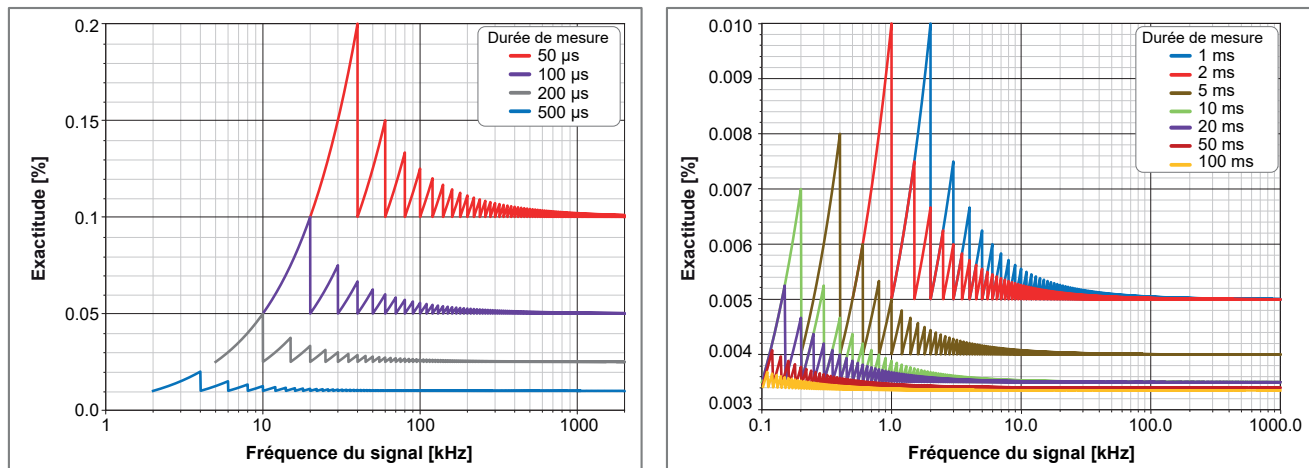
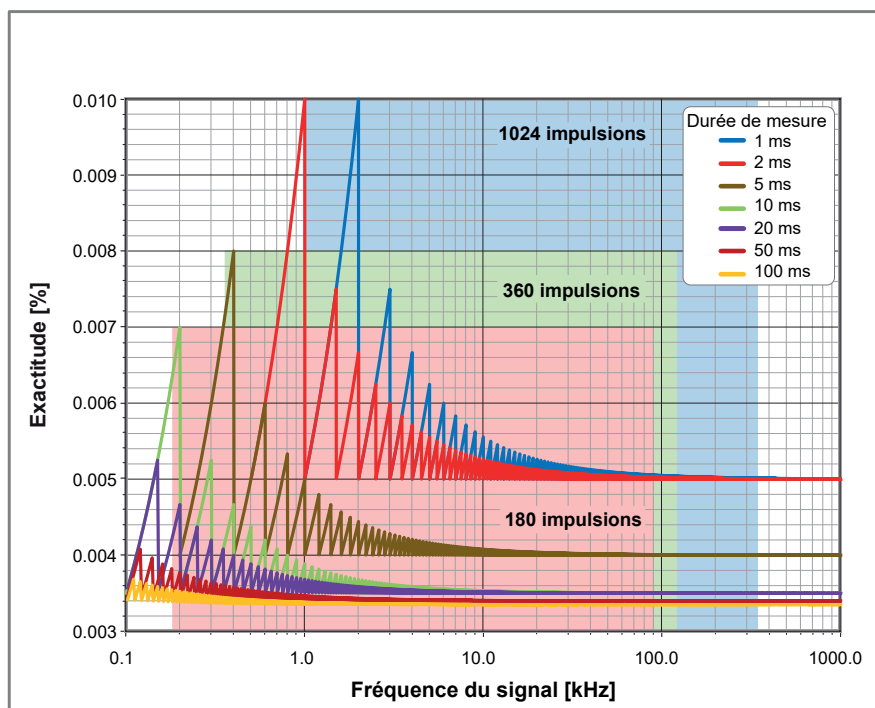

Figure 26 : Inexactitude maximale de la fréquence
Figure 28 : Plage utile de la vitesse de rotation en fonction de l'inexactitude et de la durée de mesure
- (1) Note : pour obtenir la meilleure exactitude possible, le prescaler doit être aussi faible que possible pour la plage de fréquences sélectionnée.
- (2) Dans le pire des cas, la fréquence du signal est légèrement inférieure à la valeur affichée, ce qui correspond à la courbe en dents de scie observée sur la Figure 26.
En superposant ces plages utiles aux courbes d'inexactitude du timer de la Figure 26, on obtient la Figure 27 (voir ci-dessous).
En superposant ces plages utiles aux courbes d'inexactitude du timer de la Figure 26, on obtient la Figure 28 (voir ci-dessous).